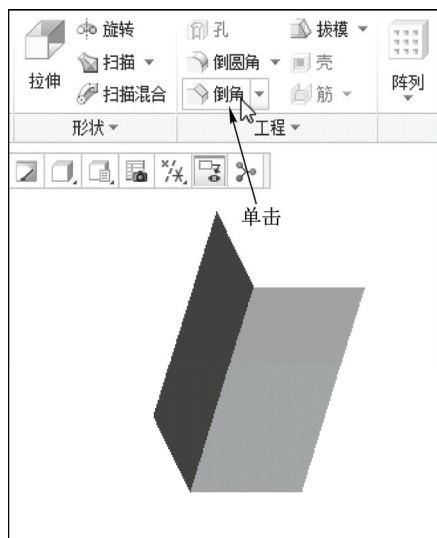

图 10-58 单击“边倒角”按钮
STEP 02 在功能区选项板的“模型”选项卡中，单击“工程”面板中的“边倒角”按钮，如图 10-58 所示。